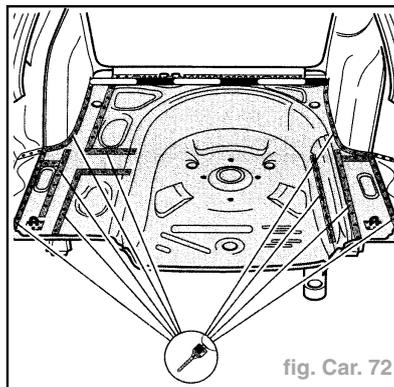

fig. Car. 72
- Défaire la soudure d'origine avec les longerons et le renforcement gauche (fig. Car. 72).